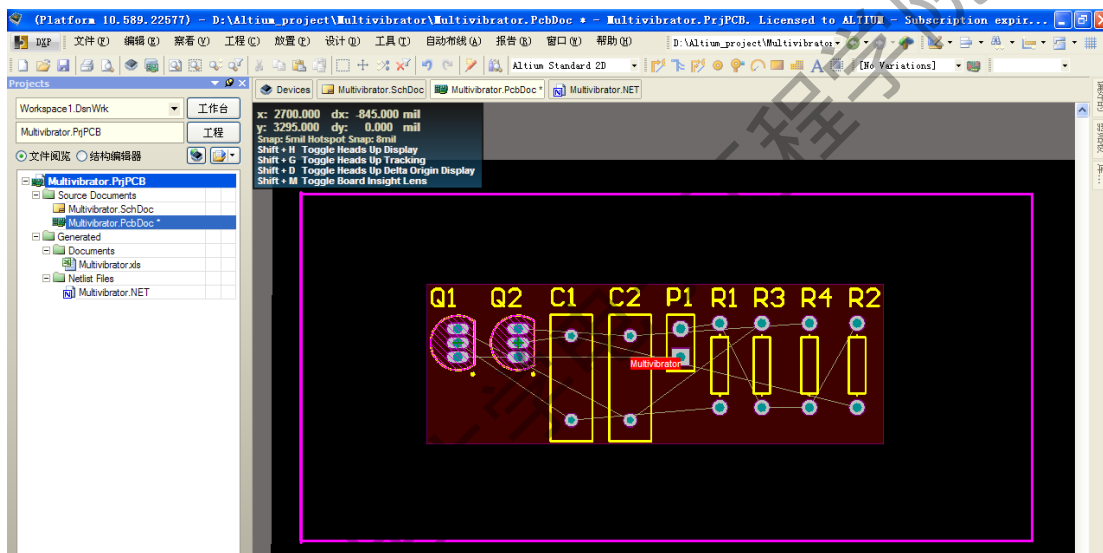

图 2-30 元器件封装放置完成
5. 单击 Close，目标 PCB 文件打开，并且已经放置好元器件，结果如图 2-30 所示。